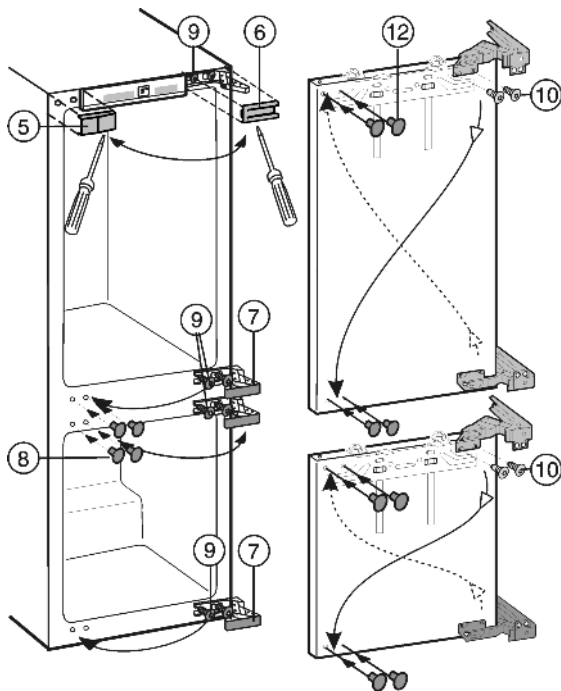

Fig. 4
- ▶ Накладки Fig. 4 (5, 6, 7, 8) отожмите вперед при помощи плоской отвертки.
- ▶ Винты Fig. 4 (9) вверху и внизу на корпусе устройства только ослабьте.
- ▶ Винты Fig. 4 (9) переставьте на противоположную сторону и слегка прикрутите.
- ▶ Выкрутите винты Fig. 4 (10) и переверните шарниры по диагонали.
Винты Fig. 4 (10) микрокапсулированные: используйте аккумуляторный винтовёрт.
- ▶ Освободившиеся отверстия закройте заглушками Fig. 4 (12).
- ▶ Навесьте дверь на предварительно смонтированные винты Fig. 4 (9) и затяните винты с моментом 4 Нм.